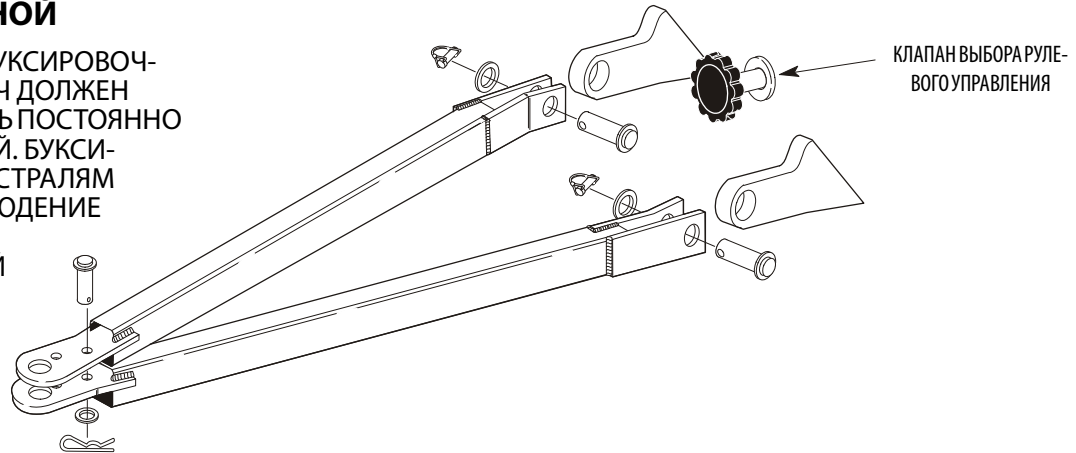

Рис. 4–8. Точки присоединения дышла
3. Отсоедините приводные ступицы, перевернув размыкающие крышки. См. Рис. 4–9., Ступица, отсоединяющая привод.